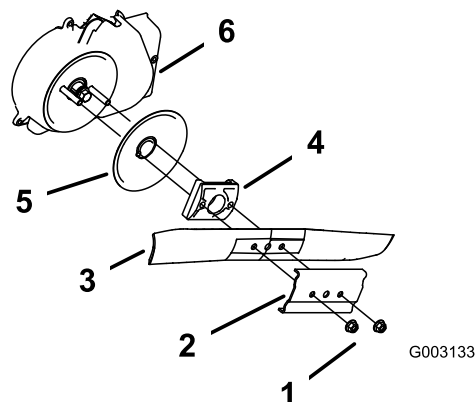

Figure 41
3. Retire las 2 tuercas de la cuchilla y el refuerzo (Figure 41).
4. Retire la cuchilla (Figure 41).
5. Retire el impulsor de la cuchilla y el disco (Figure 41).
6. Retire el protector del embrague del freno de la cuchilla (Figure 41).
10. Instale la cuchilla y el refuerzo que retiró anteriormente (Figure 41).